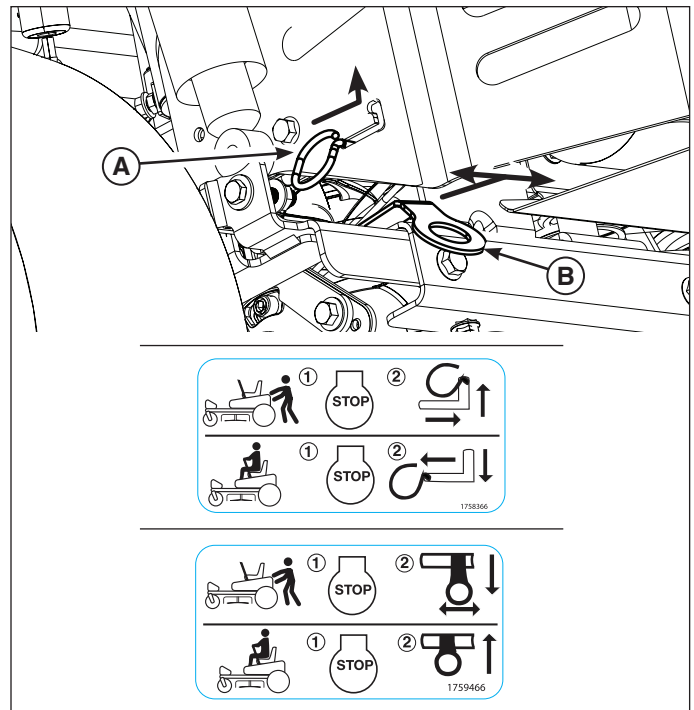

Figura 4
2. Para desactivar las transmisiones, mueva las palancas de liberación del rodillo (A o B, Figura 4, según el modelo), a la posición EMPUJAR como se muestra.